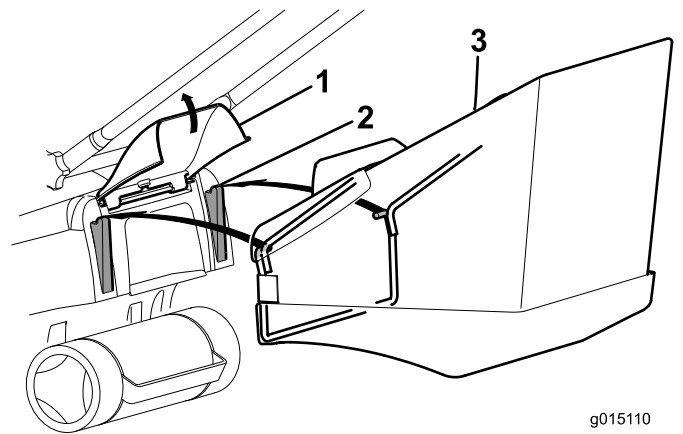

Bild 15
2. Setzen Sie den Fangkorb in die Niete ein, während die Heckklappe geöffnet ist (Bild 15).